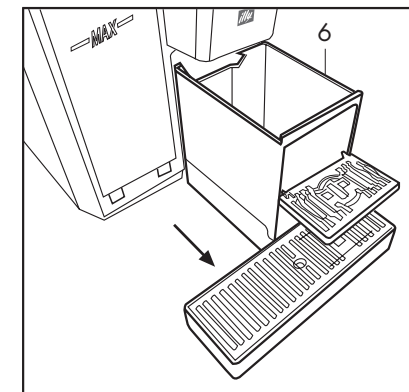
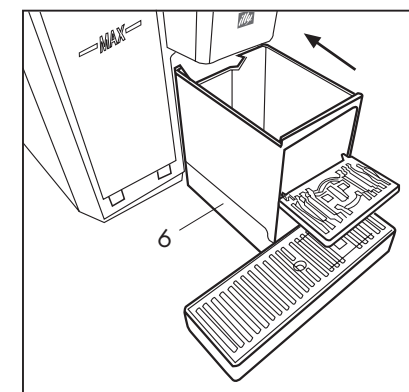

Fig. 15
Fig. 16
• Quando il contenitore capsule (6) è pieno la macchina si arresta; si accende il led rosso allarme e sul Display (13) compare la scritta A03 il cassetto delle capsule è pieno. Estrarre il contenitore di capsule (6) svuotarlo e risciacquarlo (Fig. 15). Pulire la vaschetta e la griglia dai residui di acqua e caffè. Una volta pulito, reinserire la vaschetta con il portacapsule (Fig. 16).